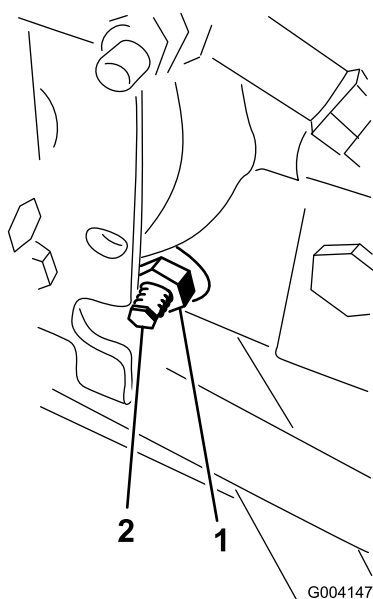

Figure 55
3. Sous le côté droit de l'hydrostat, desserrez le contre-écrou sur la came de réglage de transmission (Figure 55).